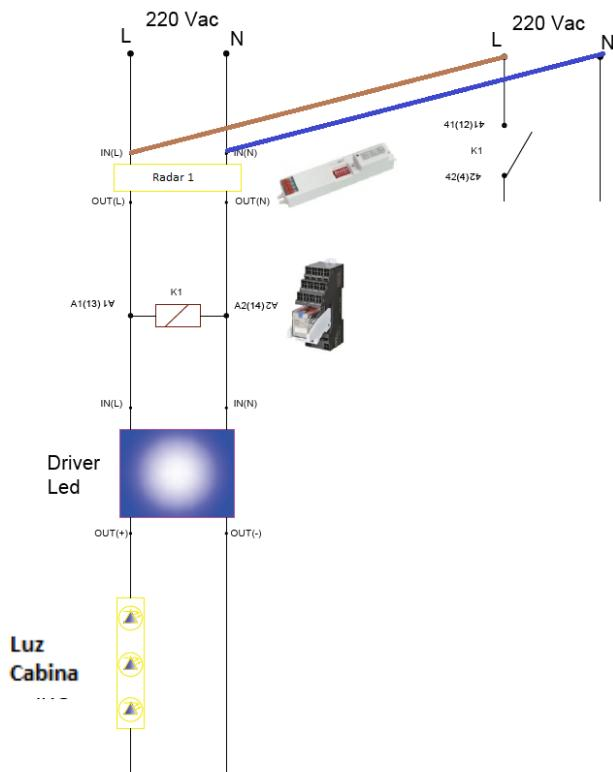

Fig. 5
- V. Nous prendrons la phase (L) et il se connectera à **goupille 41 (12)** du relais OMRON (Fig.5): **IMPORTANT**.